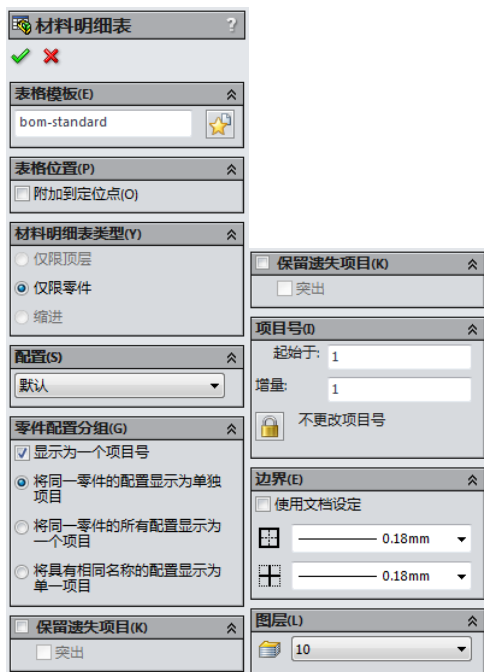

图 5-27 “材料明细表”属性管理器
(1) 选择一工程视图为生成材料明细表指定模型。这里选择“主视图”。
(2) 单击“注解”工具栏中的“材料明细表”按钮, 或执行“插入”→“表格”→“材料明细表”菜单命令。
(3) 在“材料明细表”属性管理器中设置材料明细表的属性，如图 5-27 所示。